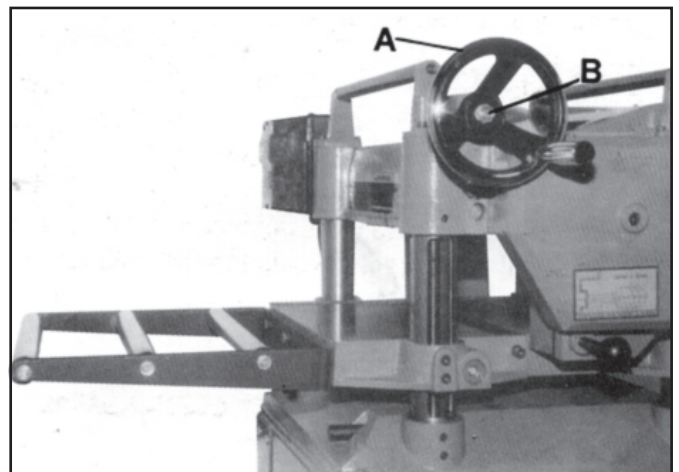

Figura 7
3. Deslice la manivela (A, Figura 7) sobre la flecha. Asegúrese de que la muesca en la manivela se alinee y se conecte con la barra.
4. Apriete la manivela a la flecha con una roldana M10 y una tuerca M10 (B, Figura 7).